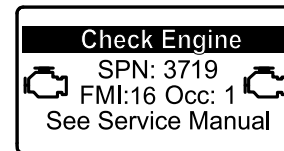

Bild 46
- Wenn eine geparkte Regenerierung erforderlich ist, wird im InfoCenter die Motorwarnung SPN 3719, FMI 16 (Bild 46) angezeigt, und der Computer verringert die Motorleistung auf 85 %.